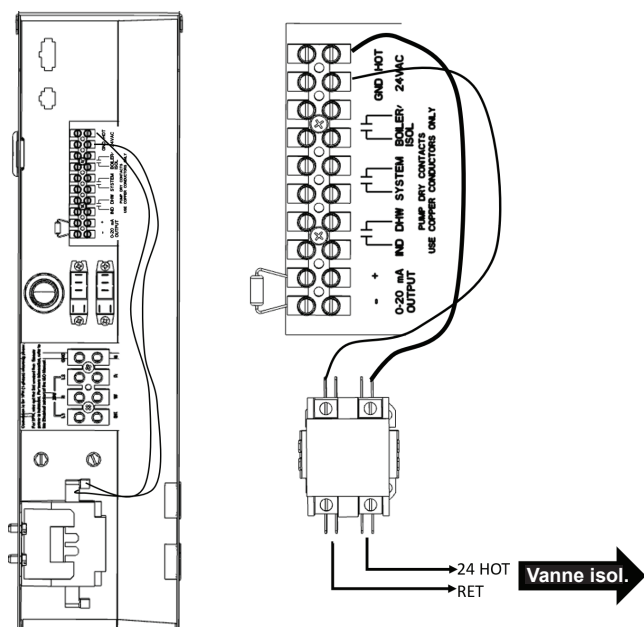

Figure 53. Détails électriques, vanne d'isolation
La chaudière est équipée d'une sortie analogique qui produit un signal proportionnel au taux de chauffe de la chaudière. Il est configuré pour le contrôle 0-10 VDC avec la résistance de 500 ohms incluse (voir **Figure 53**), destinée à être utilisée pour une pompe externe à vitesse variable dans le cadre d'un système de tuyauterie primaire-secondaire. Ces bornes sont aisément accessibles dans le boîtier de câblage, à l'arrière de la chaudière, voir **Figure 53**.
1. Acheminez l'alimentation du bornier 24 VCA au contacteur, comme illustré à la **Figure 53**.
2. Complétez le câblage entre la vanne d'isolation et l'autre côté du contacteur, comme illustré à la **Figure 53**.